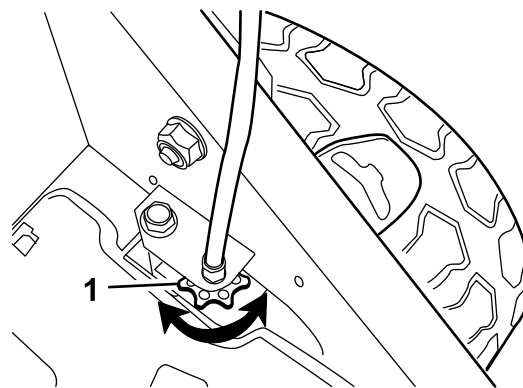

Figura 21
- Se le ruote non girano quando inserite la barra della trazione automatica, la cinghia di trazione è eccessivamente allentata. Ruotate la manopola di controllo trazione della ruota (Figura 21) in senso orario di 1 giro e ripetete le fasi da 3 a 5.
(Figura 21) in senso antiorario di 1 giro e ripetete le fasi da 3 a 5.